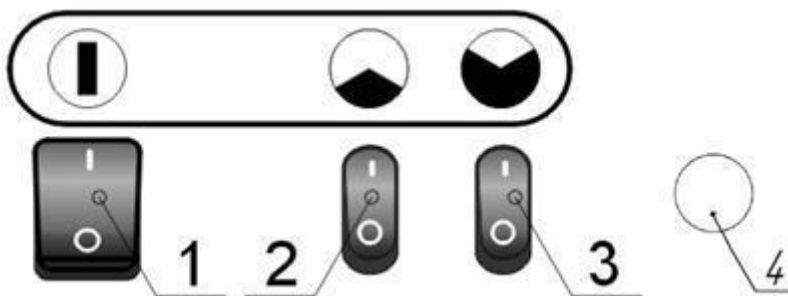

Рис.2. Пульт управления
Наружный корпус закрыт решетками входной поз. 3 и выходной поз. 4 и своими шарнирами устанавливается на ручке-ножке поз. 5 и имеет возможность поворота в вертикальной плоскости. Угол поворота фиксируется барашками поз. 6. На планке кнопок управления поз. 2 расположены выключатель сетевой поз. 1 (рис.2) и выключатели нагревателей поз. 2 и 3 (рис. 2).
7.1.1 Для включения тепловентилятора в режим вентиляции необходимо включить сетевой выключатель (поз.1 рис.2) в положение “  ”, при этом включается подсветка клавиши и включается вентилятор.
Для работы в режиме 1 с мощностью 2,0 кВт включить клавишу поз.2 (рис.2) в положение “  ” при этом включается подсветка клавиши, и тепловентилятор работает с мощностью 2,0 кВт на одном нагревателе ().
Для работы в режиме 2 установить клавиши 2 и 3 (рис.2) в положение “  ”. При этом горит подсветка всех клавиш и тепловентилятор работает с полной мощностью 6,0 кВт ( ).